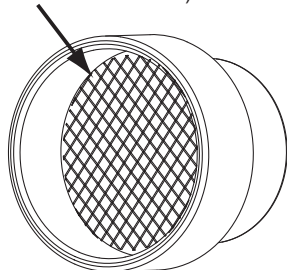

Figure 33. Grille d'admission d'air
12. S'assurer que la grille d'admission d'air sur le connecteur d'admission d'air est retirée avant de raccorder le tuyau d'admission d'air au chauffe-eau. Voir *Figure 33*.